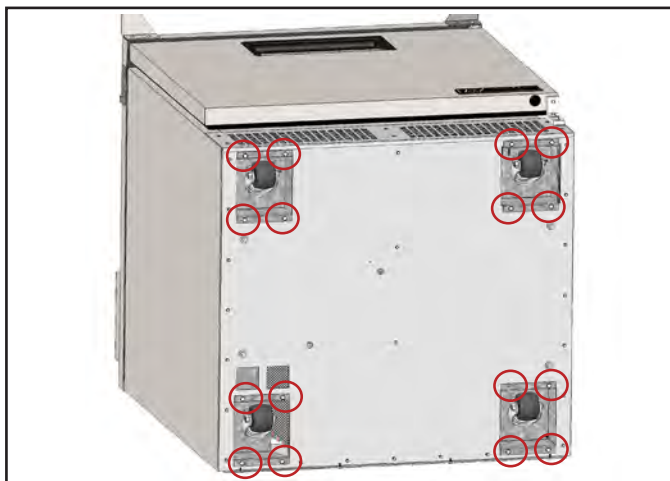

Fig. 11. Localice la carcasa de la rueda. Retire los cuatro tornillos que aseguran la carcasa.
2. Retire la carcasa de la rueda. Véase la fig. 11.